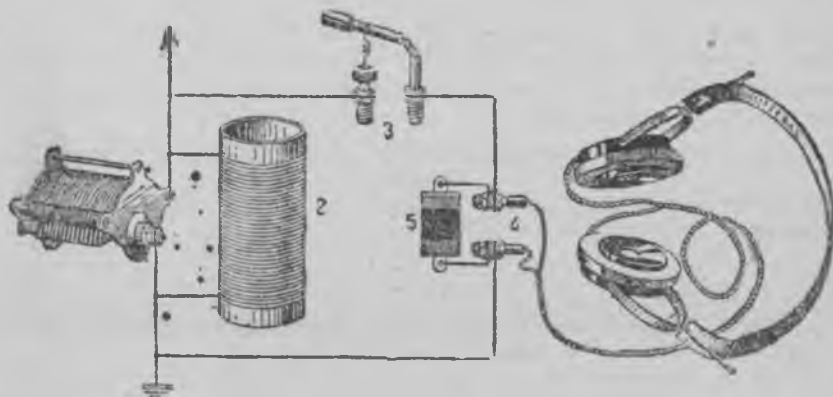

Рис. 146. Детекторной приемника.
3) Коргиэн частотан токойл телефонан обмотка представляйччоу суурен сопротивлениян. Намиэн токойн пидастимизех няхте служию конденсатора \bar{c} (рис. 146).
волокан терәвә пий (рис. 146). Де-